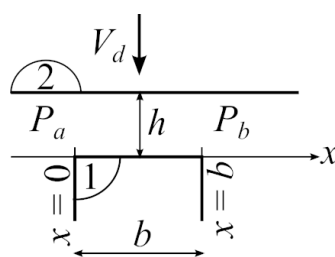

Figure 5. Problème intermédiaire / intermediate problem
On étudie dans un premier temps une partie du système schématisée sur la figure 5. On néglige ici l'effet d'une possible vitesse horizontale (suivant x) de la pièce 2, la vitesse verticale est notée V_d ($V_d > 0$ et les pièces se rapprochent). On note P_a et P_b les pressions en $x = 0$ et $x = b$.
En déduire l'expression de la répartition de pression p , en fonction des données de la figure 5 : montrer que celle-ci s'écrit
Avec l'expression (1) donnée précédemment (et sans remplacer les constantes a , d , e par leur expression) de la répartition de pression, donner l'expression de la charge normale par unité de largeur W , toujours pour le cas de la figure 5.
As a first step, we study the part of the system depicted on figure 5. We herein neglect the effect of a possible horizontal velocity (along direction x) of part 2. The vertical velocity is denoted V_d ($V_d > 0$ and the two parts are moving closer). We denote with P_a and P_b the pressures at $x = 0$ and $x = b$.
Deduce the expression of the pressure distribution p , as a function of the data of figure 5: show that it reads
With the previously given expression (1) for the pressure distribution (and without substituting the constants a , d , e with their expressions), give the expression of the normal load per unit width W , still for the case of figure 5.